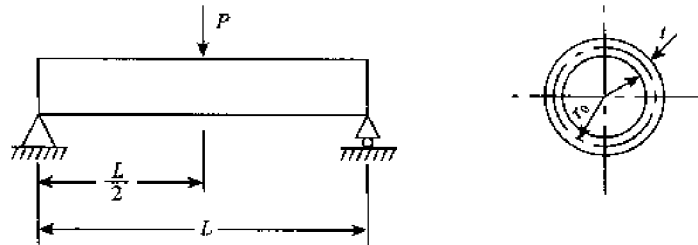

图 9-40
8. 简支梁跨中受集中力 P 作用,如图 9-40 所示,该梁的横截面为薄壁圆环,荷载 P ,梁跨长 L ,截面平均半径 r_0 ,壁厚 t 以及材料的弹性模量 E 与剪切弹性模量 G 均为已知,试推导考虑弯曲和剪切时梁中点的挠度 δ 的表达式。